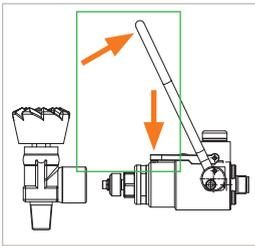

Abbildung 4
- ▶ Halten Sie die Arretierung (Pos. 8) nach unten gedrückt und klappen Sie anschließend die Betätigung (Pos. 1) nach oben (Abbildung 4). Die Spannzangen fallen zusammen.